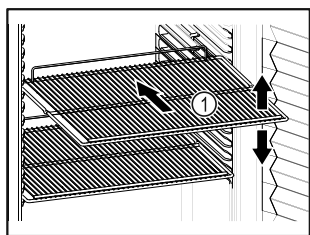

Fig. 61 Приблизне відображення
- ☐ Якщо решітки для зберігання Fig. 61 (1) знімні, відрегулювати по висоті.